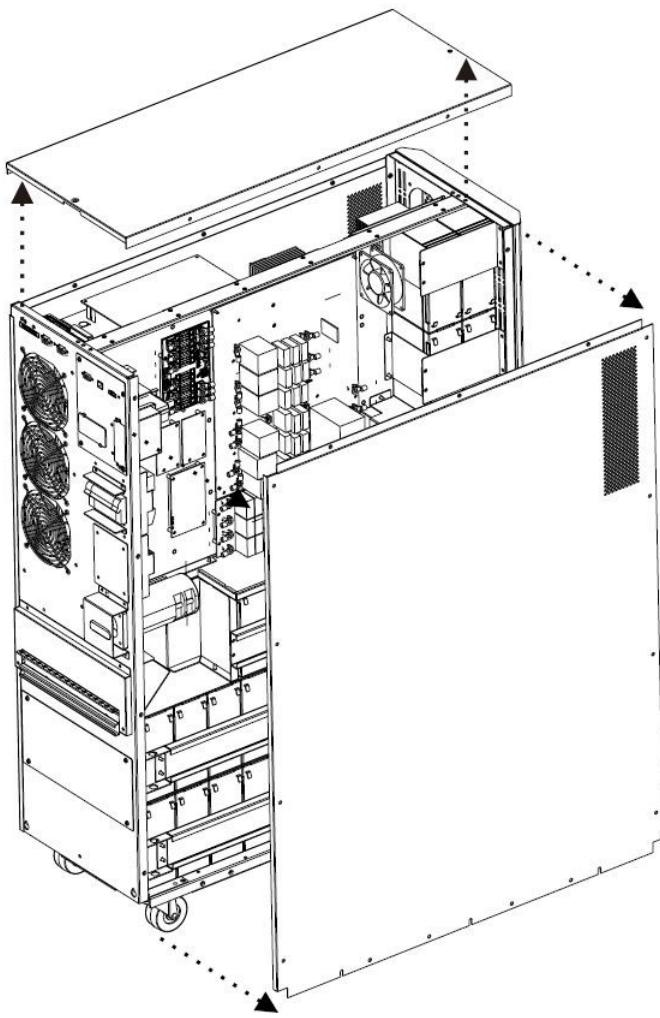

Abb. 3.2
- 2) Entfernen Sie die Oberplatte sowie die rechte und die linke Seitenplatte (Abb. 3.2).